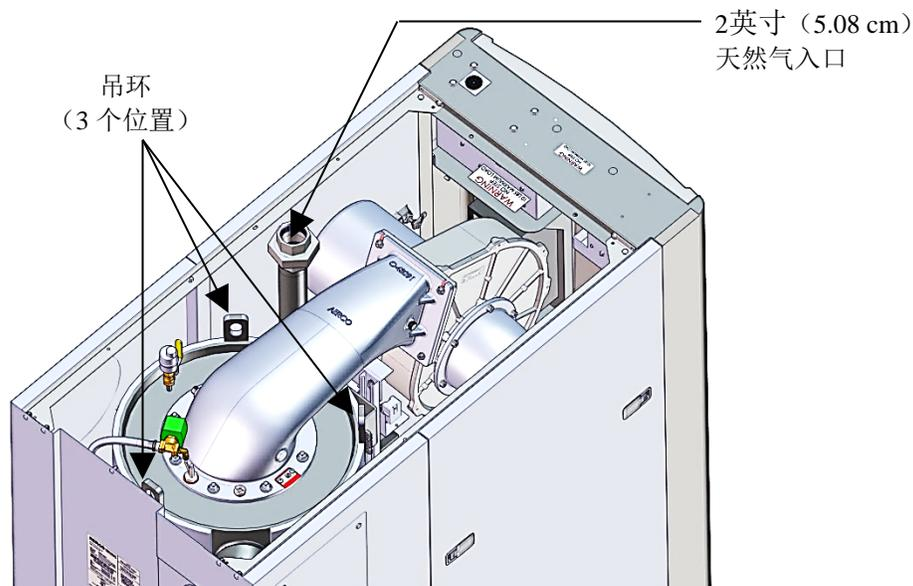

图 2-2：锅炉提升设施
在主换热器的顶部提供了三 (3) 个提升吊耳，如图 2-2 所示。卸下设备的顶板，以便使用提升吊耳。
基准系列 2500 和 3000 设备在设备顶部包含一个 2 英寸 (5.08 cm) NPT 天然气入口连接，如图 2-2 和 2-3 所示。